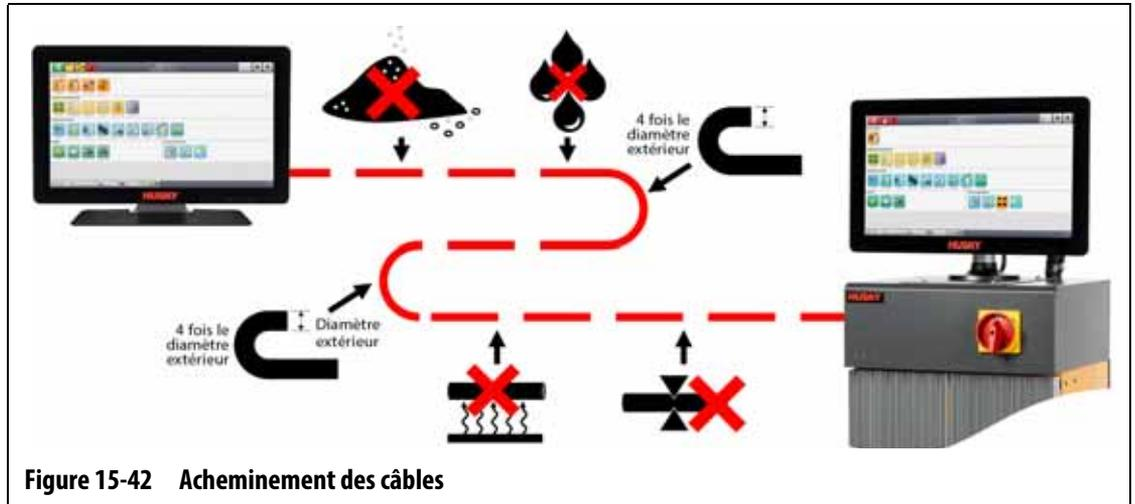

Figure 15-42 Acheminement des câbles
7. Acheminez les câbles d'extension USB et HDMI vers DVI de l'unité MCU vers l'emplacement du deuxième écran tactile. Veuillez-vous reporter à Figure 15-42.